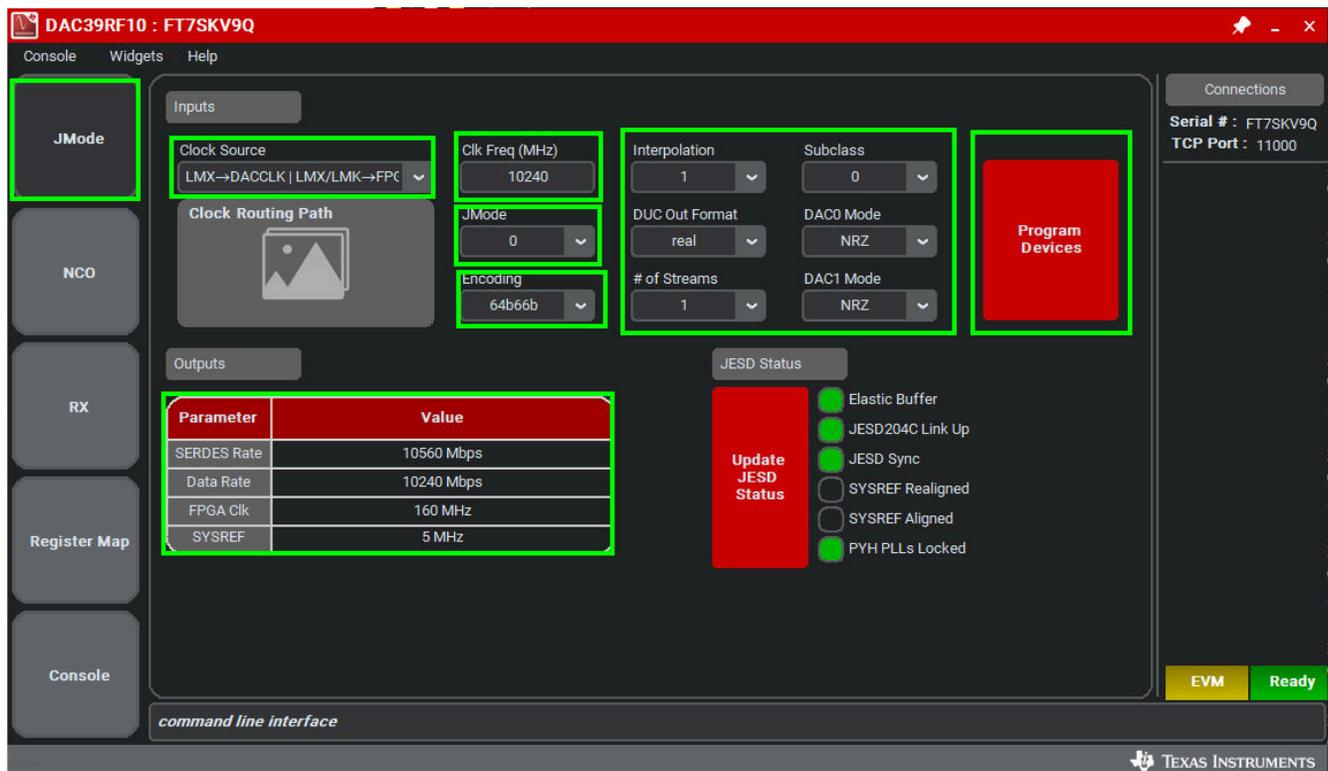
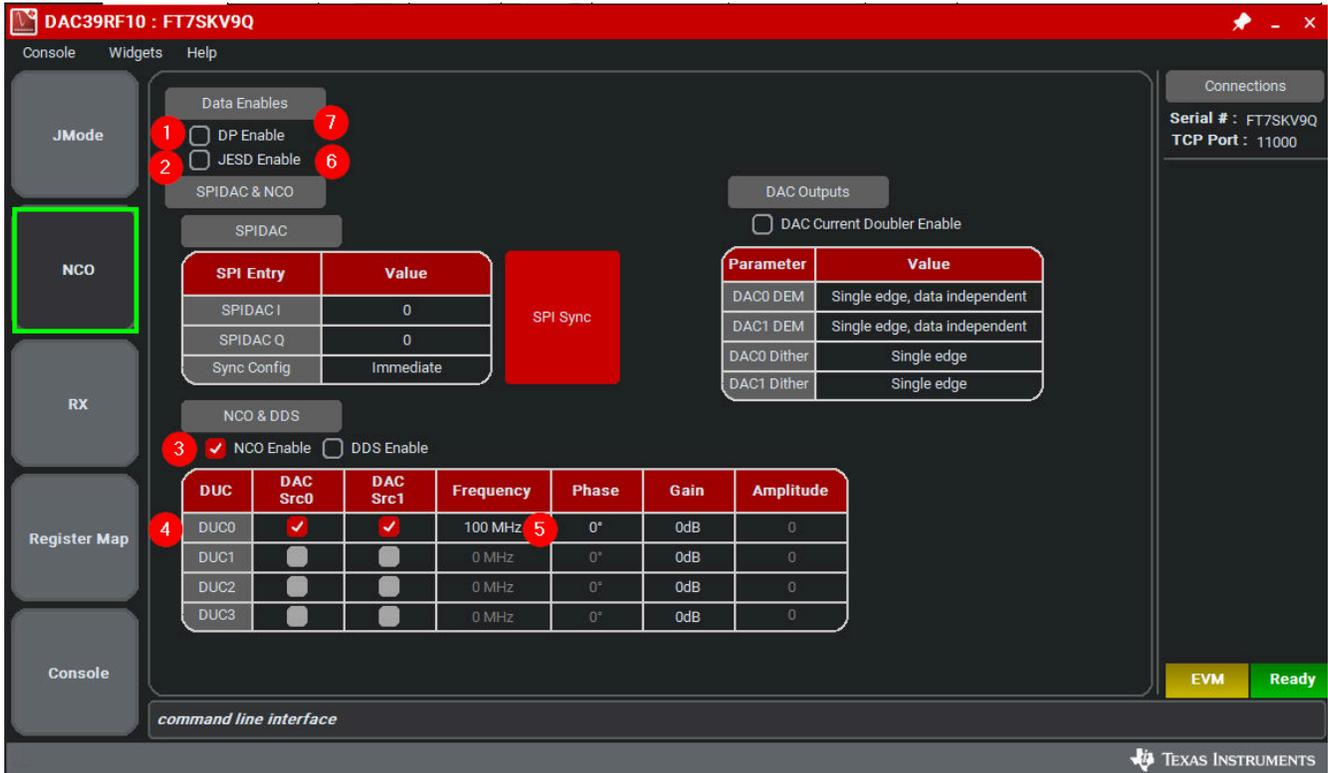

图 2-3. DAC39RF10EVM GUI 的配置
图 2-5. NCO 选项卡控件
- a. FPGA REF 时钟频率可从 DAC39RF10EVM GUI 获取。将 DAC39RF10EVM GUI 配置为所需的 JMODE 模式和时钟速率后, EVM 所需的参考时钟频率会显示在 GUI 的第一页上, 如 图 2-3 所示。
分别打开到 **JMODE** 选项卡和 **NCO** 选项卡的 GUI，如 图 2-3 和 图 2-5 所示。面板左侧的各个选项卡将配置整理为器件和 EVM 特性，其中用户友好型控件和一个低级选项卡可用于直接配置寄存器。EVM 具有三个可配置器件，即 DAC39RF10、LMX1204 和 LMK04828。每个器件的寄存器映射都在器件数据手册中提供；请参阅 节 5.1。
- 输入数据速率 **10.24G** 或所需的输入数据速率。数据速率值可以从 DAC39RF10EVM GUI 引用，并显示在输出参数上，如 图 2-3 所示。